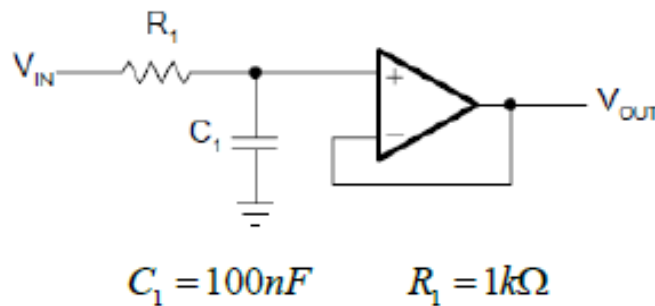

Figura 4: Filtro ativo passa-baixa de 1ª ordem e ganho unitário
A. Montar o circuito da figura 4, alimentando-o com uma tensão de $\pm 12V$.